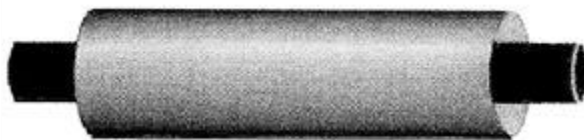

Рисунок 2
- далее трубку насаживают на изолируемый предмет, поверхность, рисунок 2;